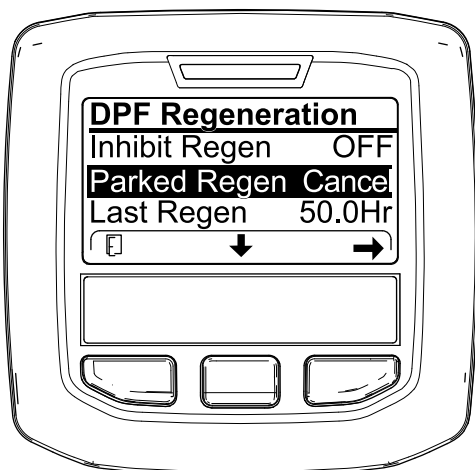
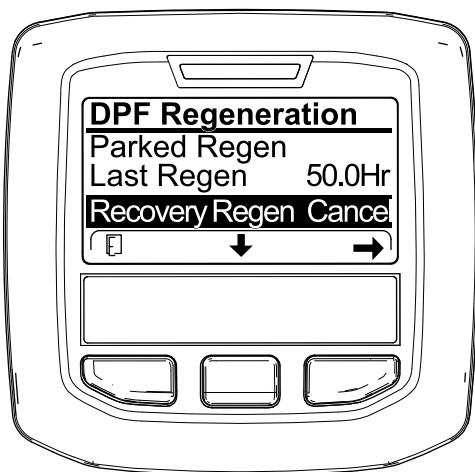

図 60
図 61
1. DPF 再生メニューにアクセスする 図 60。
2. 中央ボタンを押して下へスクロールし、駐車再生キャンセル PARKED REGEN CANCEL (図 60) またはリカバリ再生キャンセル RECOVERY REGEN CANCEL を選ぶ 図 61。
3. 右ボタンを押すと再生キャンセルに Regen Cancelに入る 図 60または 図 61。